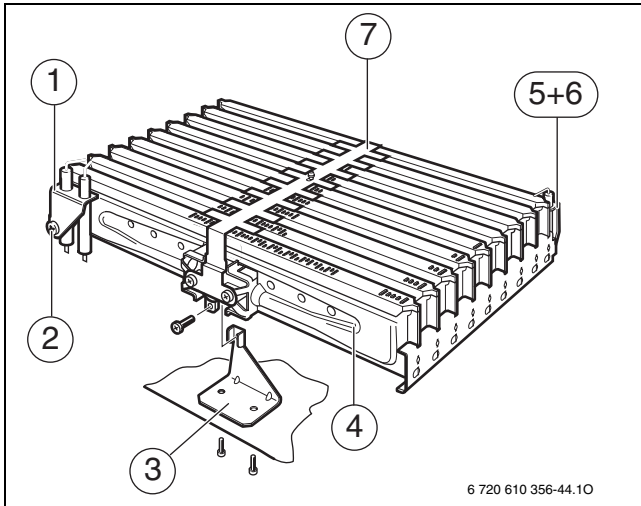

Рис. 42 Розподільник газу
- ▶ Роз'єм електрода розпаду (1) знімати з обережністю (→ рис. 42).
- ▶ Обережно зніміть з'єднання на електроді контролю полум'я (5).
- ▶ Зніміть кріпильний кутовий елемент (3).
- ▶ Послабте накидну гайку пальника та обережно зніміть модуль пальника (4).